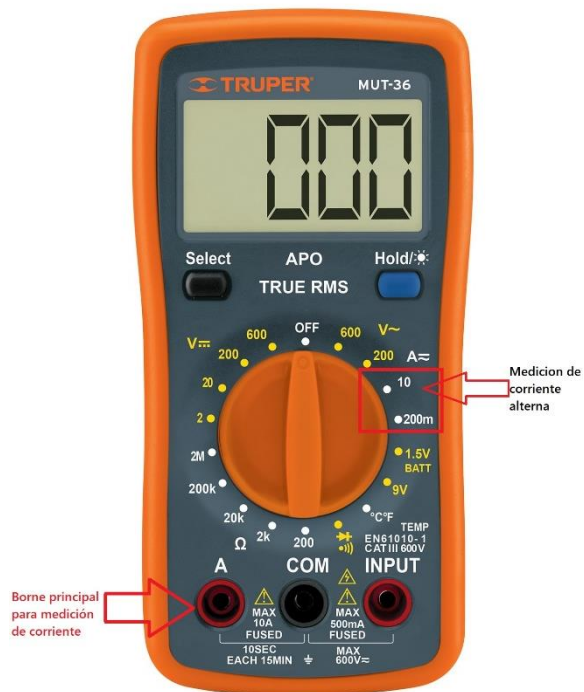

Fig.3 Colocación de perilla de voltaje de corriente continua.
7.- Colocar el multímetro 019 en medición de corriente revisando que la perilla de conexión este en corriente alterna y cambiar los bornes A en lugar de INPUT y colocar la perilla en 10 amperes. Solo usar esta configuración para medición de corriente alterna Fig.3